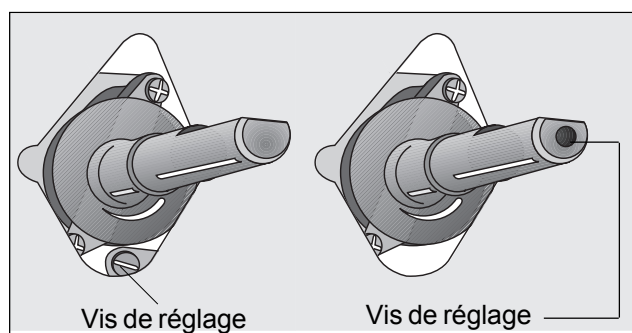

Fig. 18
4. La vis de réglage du débit réduit de chaque brûleur est située sur le corps du robinet (**Fig. 18**).